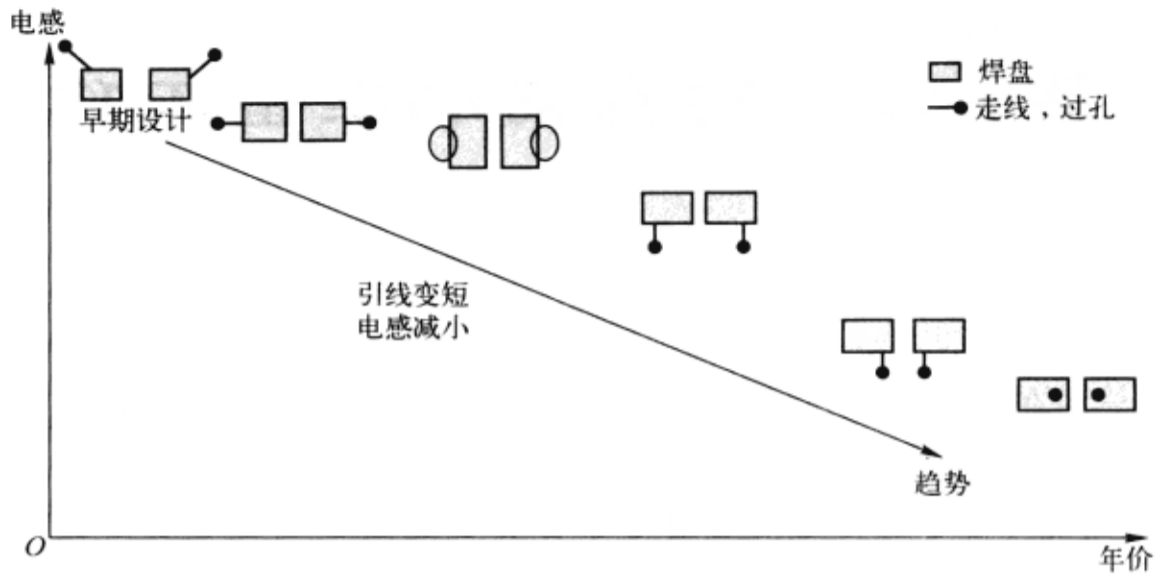

图 1-12-21 电容 Layout 中引线设计趋势
- 电容的过孔要尽量靠近焊盘（能打在焊盘上最佳），如图 1-12-21 所示。